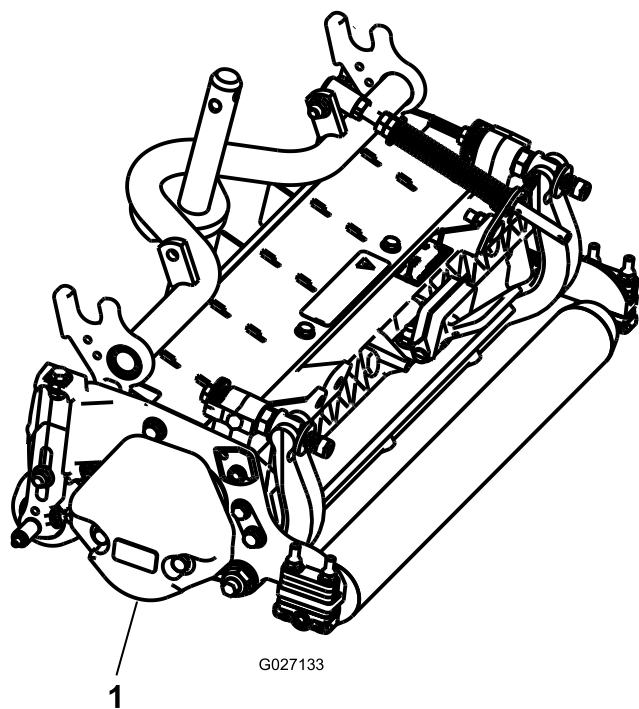

Figure 7
3. Veillez à monter le contrepoids (Figure 7) du bon côté de l'unité de coupe, comme expliqué dans le *Manuel de l'utilisateur* de l'unité de coupe.